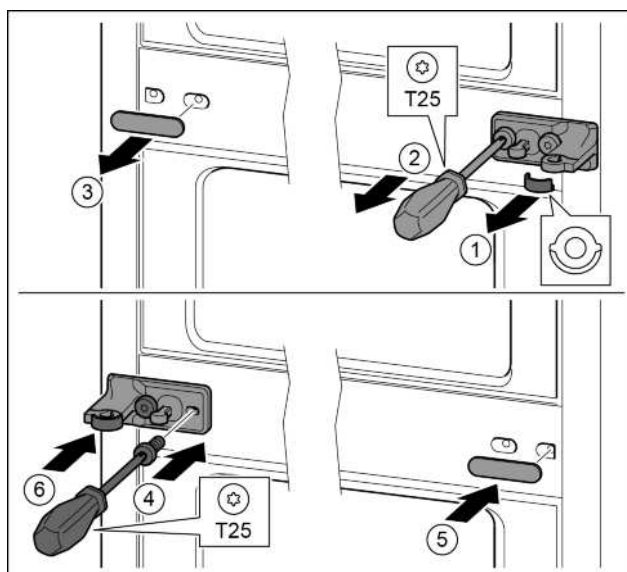

Fig. 15
- Húzza le a tárcsát. Fig. 15 (1)
- T25 csavarhúzóval tekerje ki a csavarokat. Fig. 15 (2)
- ▶ Óvatosan húzza le a fedelet. *Fig. 15 (3)*
- ▶ A csapágybakot a fóliával 180°-kal elfordítva erősen csavarozza fel a másik oldalra. *Fig. 15 (4)*
- ▶ A fedelet 180°-kal elfordítva szerelje a másik oldalra. *Fig. 15 (5)*
- ▶ A tárcsát előlről tolja be. *Fig. 15 (6)*